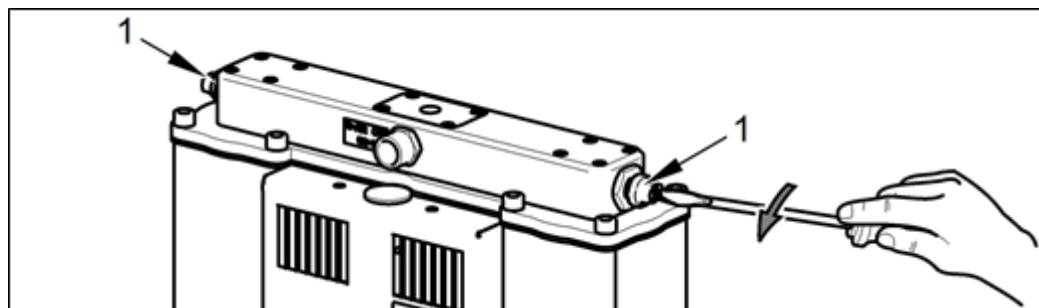

Fig. 25: Évacuation de la pression des chambres du sécheur
- Ouvrez les bouchons de purge sur le module de sortie de l'équipement (Fig. 25).
- Évacuez la pression des chambres du sécheur (Fig. 25).